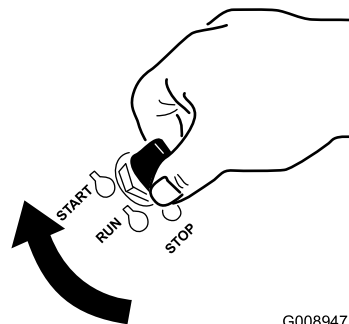

図 15
1. 始動キーをStart位置に回す(図 15)。エンジンが始動したら、キーから手を離す。
6. 始動キーを Start 位置に回す図 15。エンジンが始動したら、キーから手を離す。